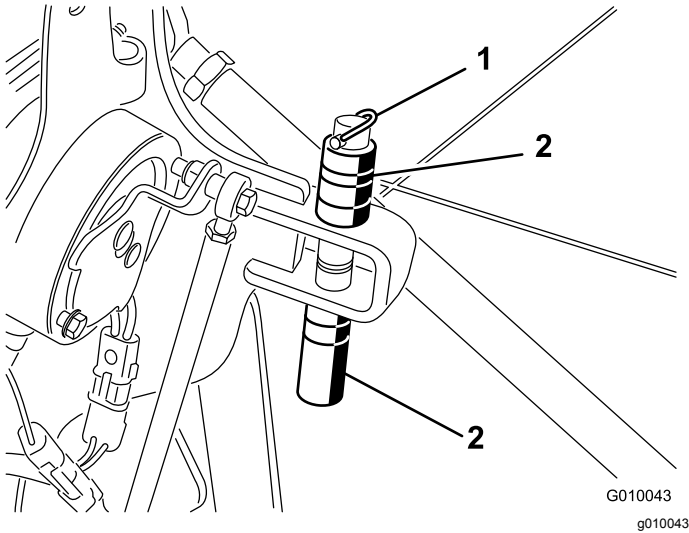

Figura 22
2. Retire el pasador de seguridad que retiene los espaciadores y los bulones de profundidad (Figura 22).